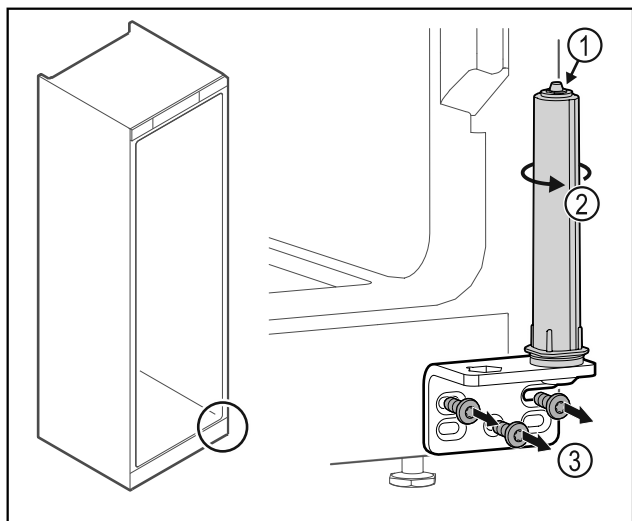

Fig. 31
- ▶ Ne rastavljajte sustav zatvaranja vrata Fig. 31 (1).
- ▶ Okrećite sustav zatvaranja Fig. 31 (2) dok ne klikne.
- ▶ Odvrnite kutne šarke Fig. 31 (3).